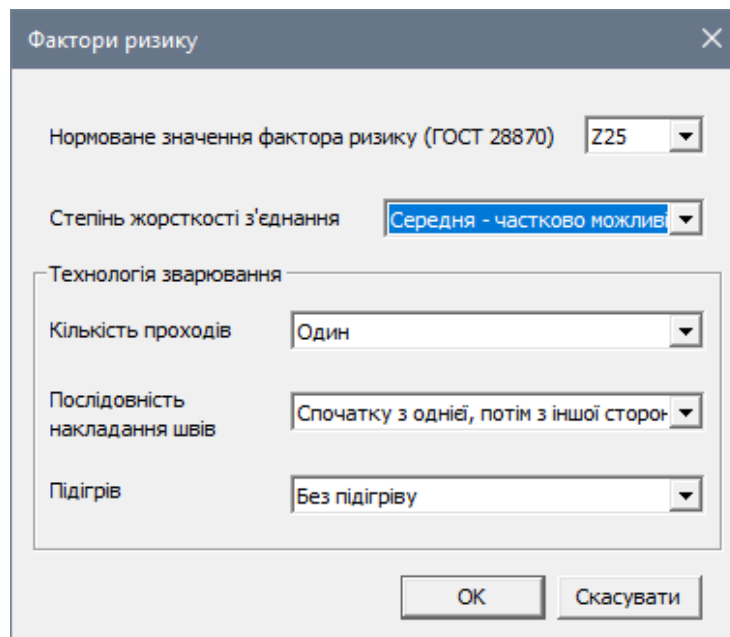

Рис. 20.6. Діалогове вікно **Фактори ризику**
- В новому діалоговому вікні **Фактору ризику** (рис. 20.6) присутній список параметрів, деякі з них необхідно змінити: